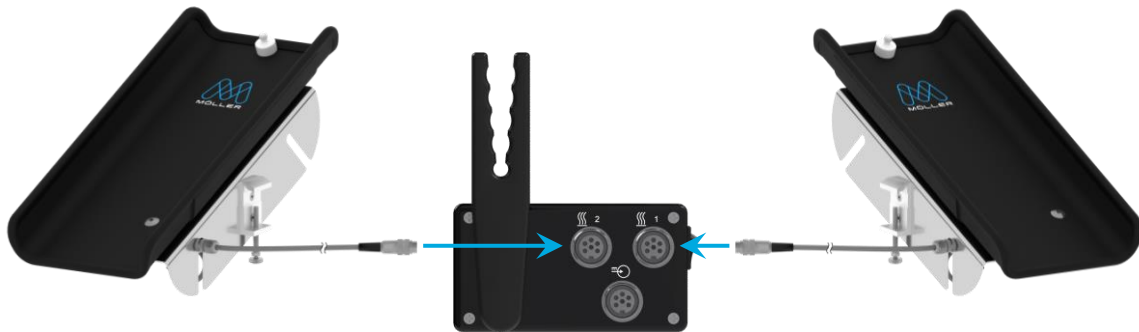

Abbildung 6:
7. Den Stecker so in die Anschlussbuchse schieben, dass die Führungsschienen ineinandergreifen. Dabei sollte kaum Widerstand spürbar sein (*Abbildung 6*).